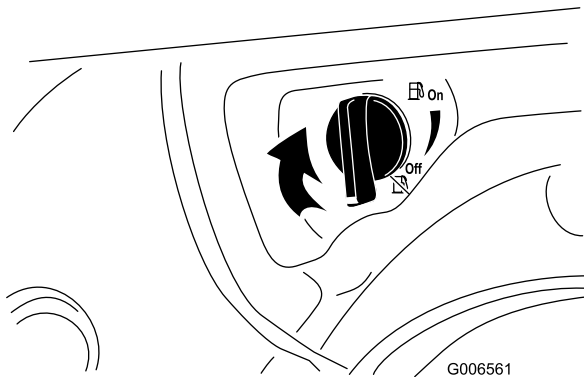

Figure 34
4. Fermez le robinet de carburant en le tournant dans le sens horaire (Figure 34).